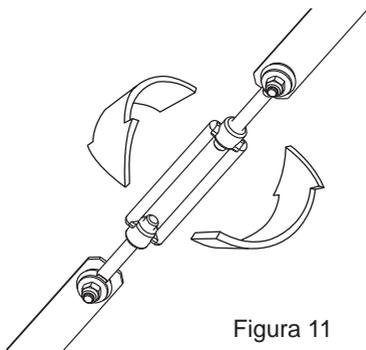

Figura 11
**10** - Procedere alla collocazione esatta nella sua posizione definitiva del telaio così assemblato, successivamente accertarsi del serraggio di tutti i dadi che lo compongono. Proseguire avvitando i tiranti delle bretelle fino a quando non risulteranno ben tese vedi figura 11.